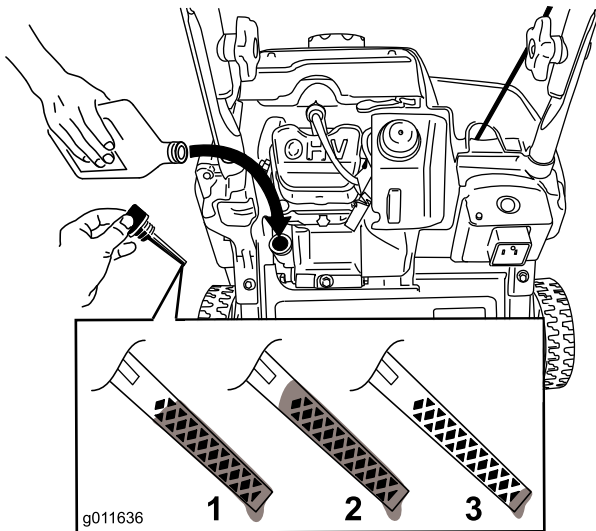

Figura8
2. Curățați zona din jurul capacului de umplere cu ulei (Figura8).
Notă: Pentru a determina nivelul corespunzător de ulei de pe joja, consultați Figura8.
Notă: Umpleți carterul motorului cu ulei până când joja indică faptul că nivelul de ulei de motor este corect conform indicațiilor din Figura8. Dacă umpleți excesiv